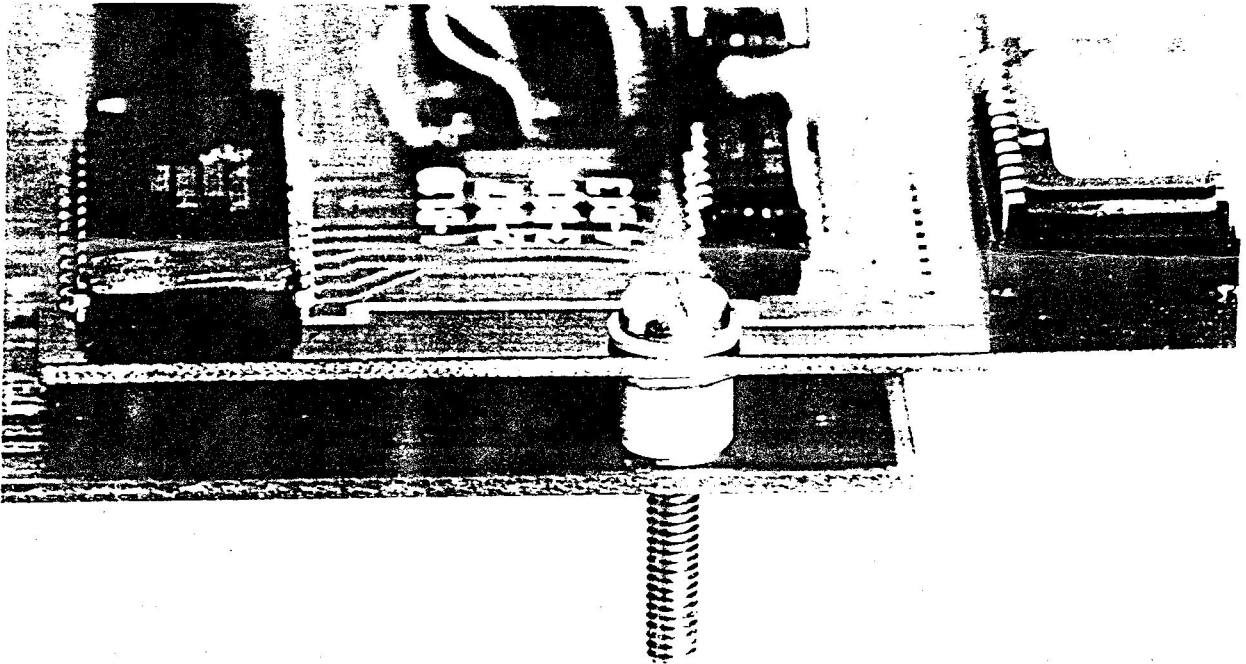

Bild 3. Montering av TKN80 med distanser.
- 13) Fäst skruvarna på TKN80 med de gängade distanserna. Skruvarna skall monteras med skallen på komponentsidan på kortet och med en bricka på var sida om kortet. Se bild 3.